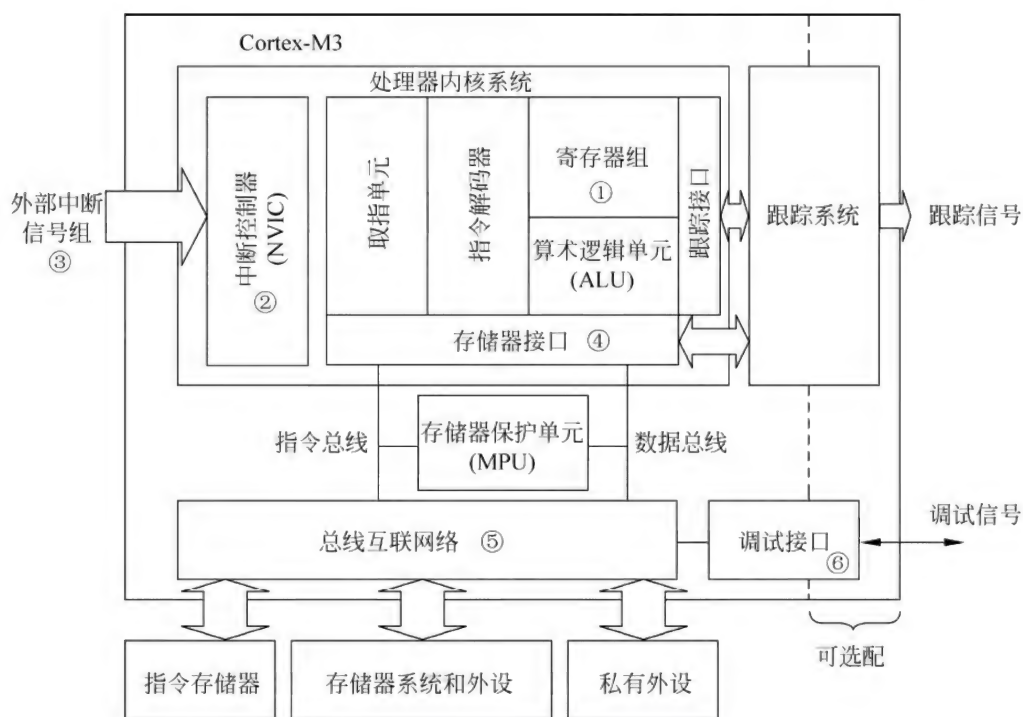

图 2.1 Cortex-M3 的内核架构简化框图
Cortex-M3 的内核架构的简化框图如图 2.1 所示,下面主要关注架构图中标了序号的模块:寄存器组、NVIC、中断和异常、存储器映射、总线接口、调试支持。
### 1. 寄存器组(图 2.1 中标号①)
## 2. NVIC 嵌套向量中断控制器(图 2.1 中标号②)
## 3. 外部中断信号组(图 2.1 中标号③)
## 4. 存储器接口(图 2.1 中标号④)
## 5. 总线互联网络(图 2.1 中标号⑤)
(1) 用于访问指令存储器的总线：有两条代码存储区总线负责对代码存储区的访问，分别是 I-Code 总线和 D-Code 总线。前者用于取指，后者用于查表等操作。
(2) 用于访问存储器和外设的系统总线，覆盖的区域包含 SRAM、片上外设、片外 RAM、片外扩展设备以及系统级存储区的部分空间。
(3) 用于访问私有外设的总线,负责一部分私有外设的访问,主要是访问调试组件。它们也在系统级存储区。
#### 6. 调试接口(图 2.1 中标号⑥)